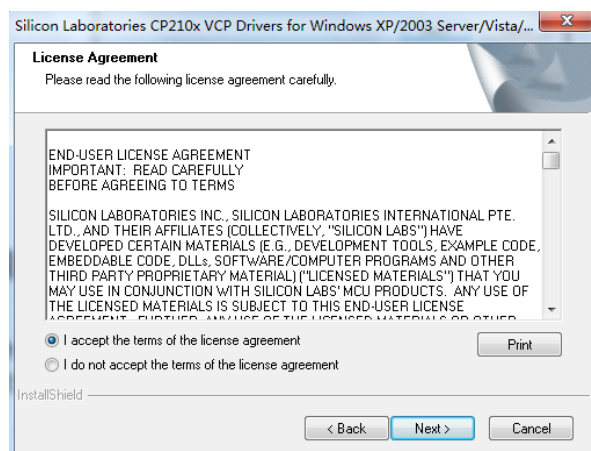

图 7 安装界面 2
- 4、进入如图 7 所示界面，请选择“I accept the terms of the license agreement”，然后单击“Next >”。